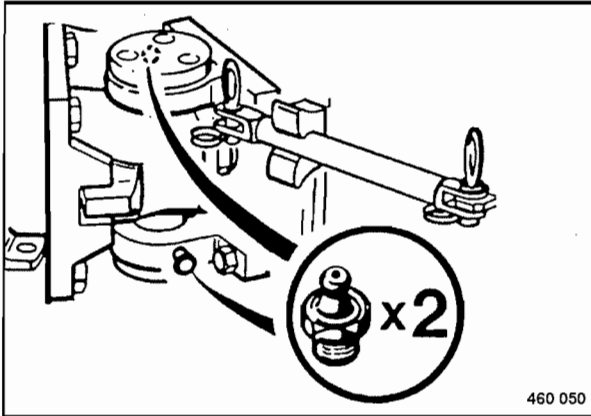

Fig. 83
- Limpiar las boquillas de engrase (Fig. 83) y lubricarlas aplicando unos 5 golpes con la pistola de engrasar.